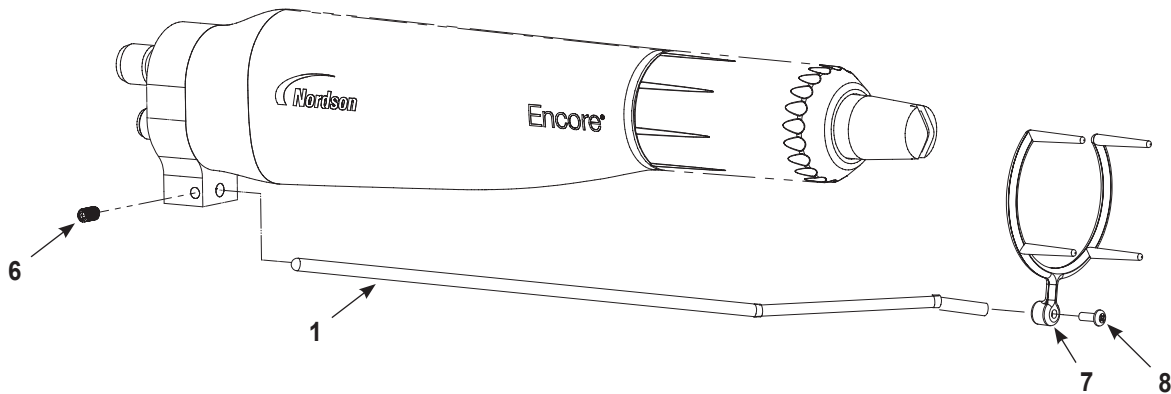

Abbildung 6 Ionensammler installieren – Applikator für Stangenmontage
1. Siehe Abbildung 6. Den Sammelstab (1) in die Erdungsplatte stecken und mit dem im Ionensammlersatz enthaltenen M5×8-Gewindestift (6) sichern.
2. Die Mehrfachspitze (7) mit der M3×8-Schraube (8) am Sammelstab befestigen.